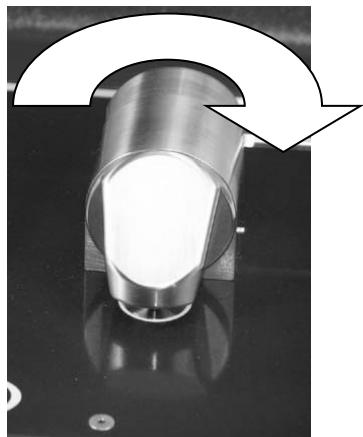

Figura 5. TumblIR con el visor del accesorio hacia abajo
En el modo análisis de muestra, el TumblIR se gira de forma tal que el visor óptico del accesorio apunte hacia abajo hacia el área de montaje de la muestra del FTIR serie 5500t. En esta posición, la energía infrarroja pasa a través de la muestra y posibilita la medición. Asegúrese de girar el brazo del TumblIR completamente alrededor hasta que llegue a la posición de bloqueo y quede enganchado en esa posición. Esta posición de bloqueo mantiene al accesorio fijo durante el análisis de la muestra (consulte la Figura 5).
- 4 Cierre el dispositivo, para ello gire el brazo hacia la derecha hasta que encaje en su lugar (consulte la Figura 5).
- 4** Cierre el dispositivo, para ello gire el brazo hacia la derecha hasta que encaje en su lugar (consulte la Figura 5).